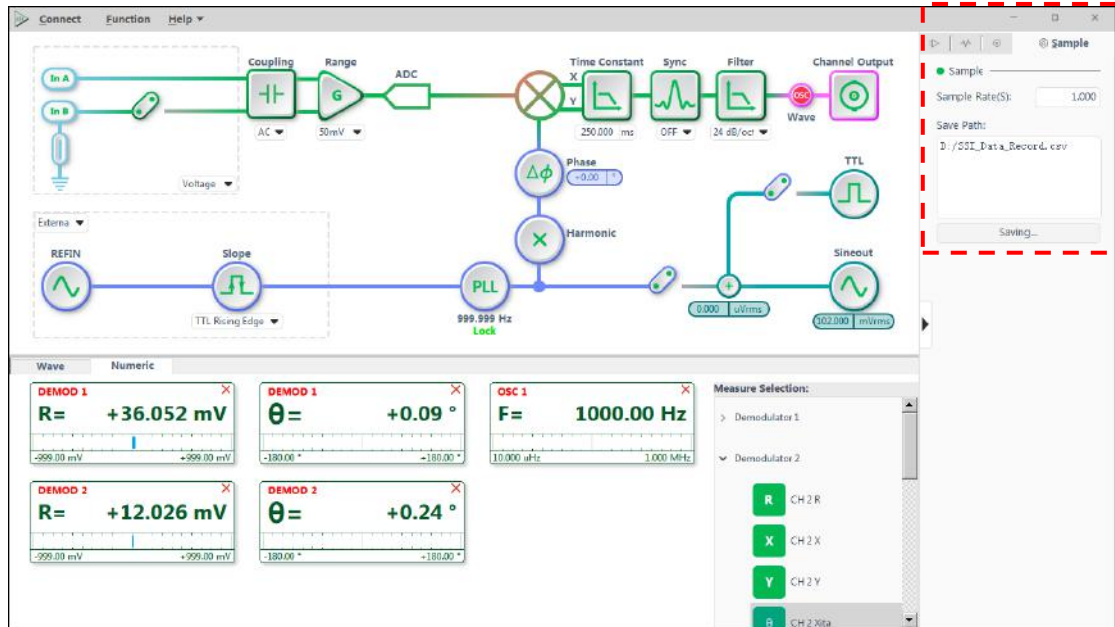

图68. 数据保存配置区域图
1. 当软件运行时, 点击图 68 红框内“Save Data”按钮, 当按钮被按下并显示“Saving...”, 表示正在保存当前采集的数据。